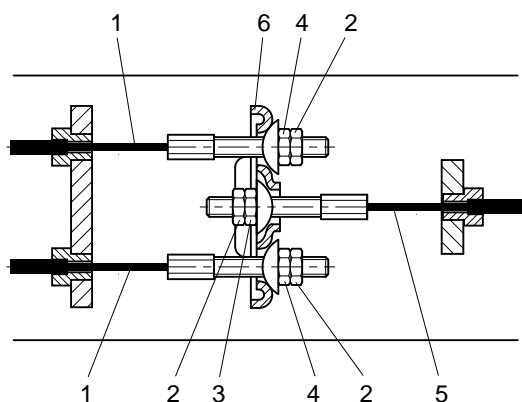
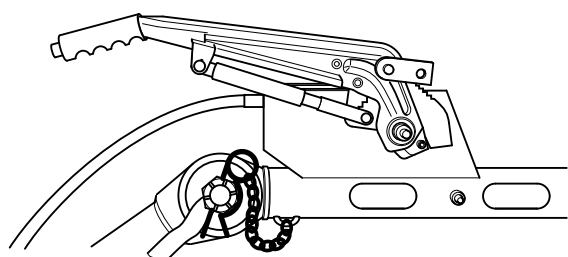

Fig. 5.6 Arrangement bremsekabel
Fig. 5.7 Håndbremsegreb nede - bremse ikke aktiveret
2. Tag bremsekablerne af (fig. 5.6)
2. Med trækøjet trukket helt ud og håndbremsen trykket ned (fig. 5.7), drejes justeringsmøtrikken og bremsekabelmøtrikkerne (fig. 5.6, 4) med uret, indtil der ikke er slæk i bremsemekanismen.
Udligneren (fig. 5.6, 6) skal være vinkelret på hovedbremsekablet (fig. 5.6, 5).